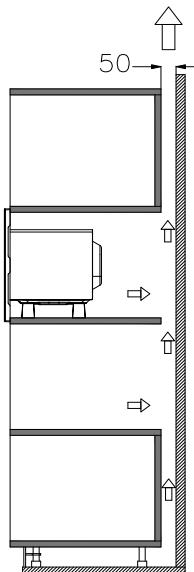

Abb. 4
- d) Verwenden Sie die Schrauben der Teileverpackung, um das Mikrowellengerät im Schrank zu befestigen. (Abb. 4)